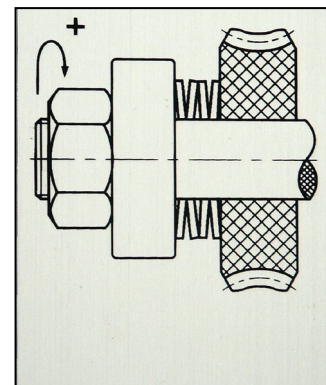

Figure 3
1. Démontez la plaque côté gauche de la tête (figure 3).